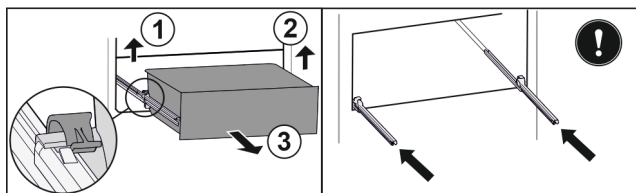

Fig. 182
- Ngrini lart kapësen e majtë dhe në të njëjtën kohë tërhiqni nga përpara sirtarin e majta. Fig. 182 (1)
- Ngrini lart kapësen e djathtë dhe në të njëjtën kohë tërhiqni nga përpara sirtarin nga e djathta. Fig. 182 (2)
- Hiqeni sirtarin nga përpara. Fig. 182 (3)